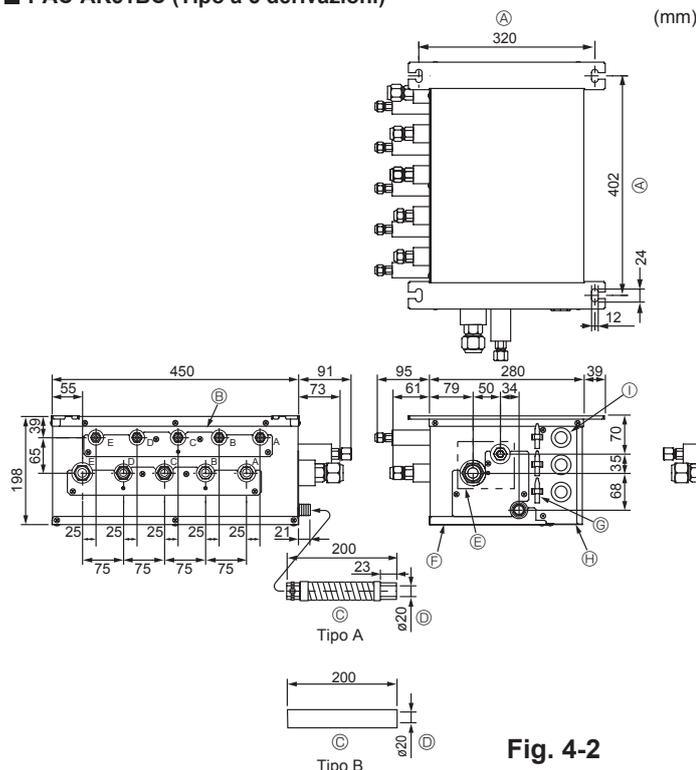

Fig. 4-2
■ PAC-AK51BC (Fig.4-2)
- (1) Montare i bulloni di sospensione (non in dotazione) alla distanza indicata. (Fig. 4-2, 4-3)